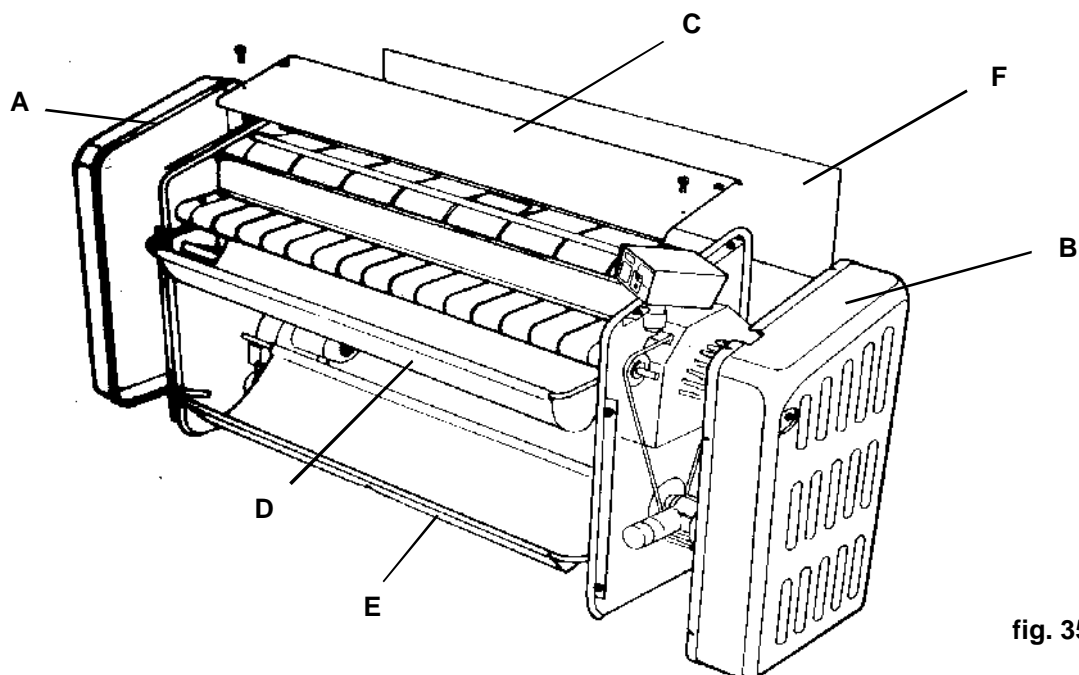

fig. 35
LEFT SIDE GUARD (fig. 35/A). Close and interlock the gas supply valve, mechanically interlock the switch disconnecter (refer to switch disconnecter mechanical interlocking), remove the 6 screws and separate the guard.
TAPA LATERAL IZQUIERDA (fig.35/A). Cerrar y bloquear la válvula de paso de gas, bloquear mecánicamente el interruptor seccionador, (ver bloqueo mecánico del interruptor seccionador), extraer los 6 tornillos y separar la tapa.
CARTER LATERAL GAUCHE (fig. 35/A). Fermer et verrouiller la vanne d'arrivée de gaz, verrouiller mécaniquement l'interrupteur sectionneur (voir verrouillage mécanique de l'interrupteur sectionneur), enlever les 6 vis et séparer le carter.
RIGHT SIDE GUARD (fig. 35/B). Close and interlock the gas supply valve, disconnect the external automatic switch, turn the switch disconnecter to the "0" position, (refer to switch disconnecter mechanical interlocking), remove the 6 screws and separate the guard.
TAPA LATERAL DERECHA (fig.35/B). Cerrar y bloquear la válvula de paso de gas, desconectar el interruptor automático exterior, colocar interruptor seccionador en posición "0", (ver bloqueo mecánico del interruptor seccionador), extraer los 6 tornillos y separar la tapa.
CARTER LATERAL DROIT (fig. 35/B). Fermer et verrouiller la vanne d'arrivée de gaz, déconnecter l'interrupteur automatique extérieur, placer l'interrupteur sectionneur à la position "0", (voir verrouillage mécanique de l'interrupteur sectionneur), enlever les 6 vis et séparer le carter.
TOP GUARD (fig. 35/C). Close and interlock the gas supply valve, mechanically interlock the switch disconnecter (refer to switch disconnecter mechanical interlocking), remove the 2 screws at the front side (front view) and tilt the guard.
TAPA SUPERIOR (fig.35/C). Cerrar y bloquear la válvula de paso de gas, bloquear mecánicamente el interruptor seccionador, (ver bloqueo mecánico del interruptor seccionador), extraer los 2 tornillos de la parte anterior (vista frontal) y bascular la tapa.
COUVERCLE SUPERIEUR (fig. 35/C). Fermer et verrouiller la vanne d'arrivée de gaz, verrouiller mécaniquement l'interrupteur sectionneur (voir verrouillage mécanique de l'interrupteur sectionneur), enlever les 2 vis avant (vue frontale) et basculer le couvercle.
REAR GUARDS (fig. 35/F). Close and interlock the gas supply valve, mechanically interlock the switch disconnecter (refer to switch disconnecter mechanical interlocking), remove the 8 screws and the guards.
TAPAS POSTERIORES (fig.35/F). Cerrar y bloquear la válvula de paso de gas, bloquear mecánicamente el interruptor seccionador, (ver bloqueo mecánico del interruptor seccionador), extraer los 8 tornillos y retirar las tapas.
PROTECTEURS ARRIERE (fig. 35/F). Fermer et verrouiller la vanne d'arrivée de gaz, verrouiller mécaniquement l'interrupteur sectionneur (voir verrouillage mécanique de l'interrupteur sectionneur), enlever les 8 vis et les protecteurs.
- Lift up linen preparation tray (**fig. 35/D**). Refer to section 5.1 **GUARDS REMOVAL** for illustration.
- Levantar la bandeja de preparación de ropa (**fig. 35/D**). Ilustración en apartado 5.1 **RETIRADA TAPAS DE PROTECCION.**
- Lever la table de préparation du linge (**fig. 35/D**). Illustration section 5.1 **ENLEVEMENT DES PROTECTEURS.**
- Lift up linen preparation tray (fig. 35/D). Refer to section 5.1 **GUARDS REMOVAL** for illustration.
- Levantar la bandeja de preparación de ropa (fig. 35/D). Ilustración en apartado 5.1 **RETIRADA TAPAS DE PROTECCION.**
- Lever la table de préparation du linge (fig. 35/D). Illustration section 5.1 **ENLEVEMENT DES PROTECTEURS.**
- Remove right side cover (fig. 35/B). Refer to section 5.1 GUARDS REMOVAL for illustration.
- Extraer tapa lateral derecha (fig.35/B). Ilustración en apartado 5.1 RETIRADA TAPAS DE PROTECCION.
- Enlever le carter latéral droit (fig. 35/B). Illustration section 5.1 ENLEVEMENT DES PROTECTEURS.